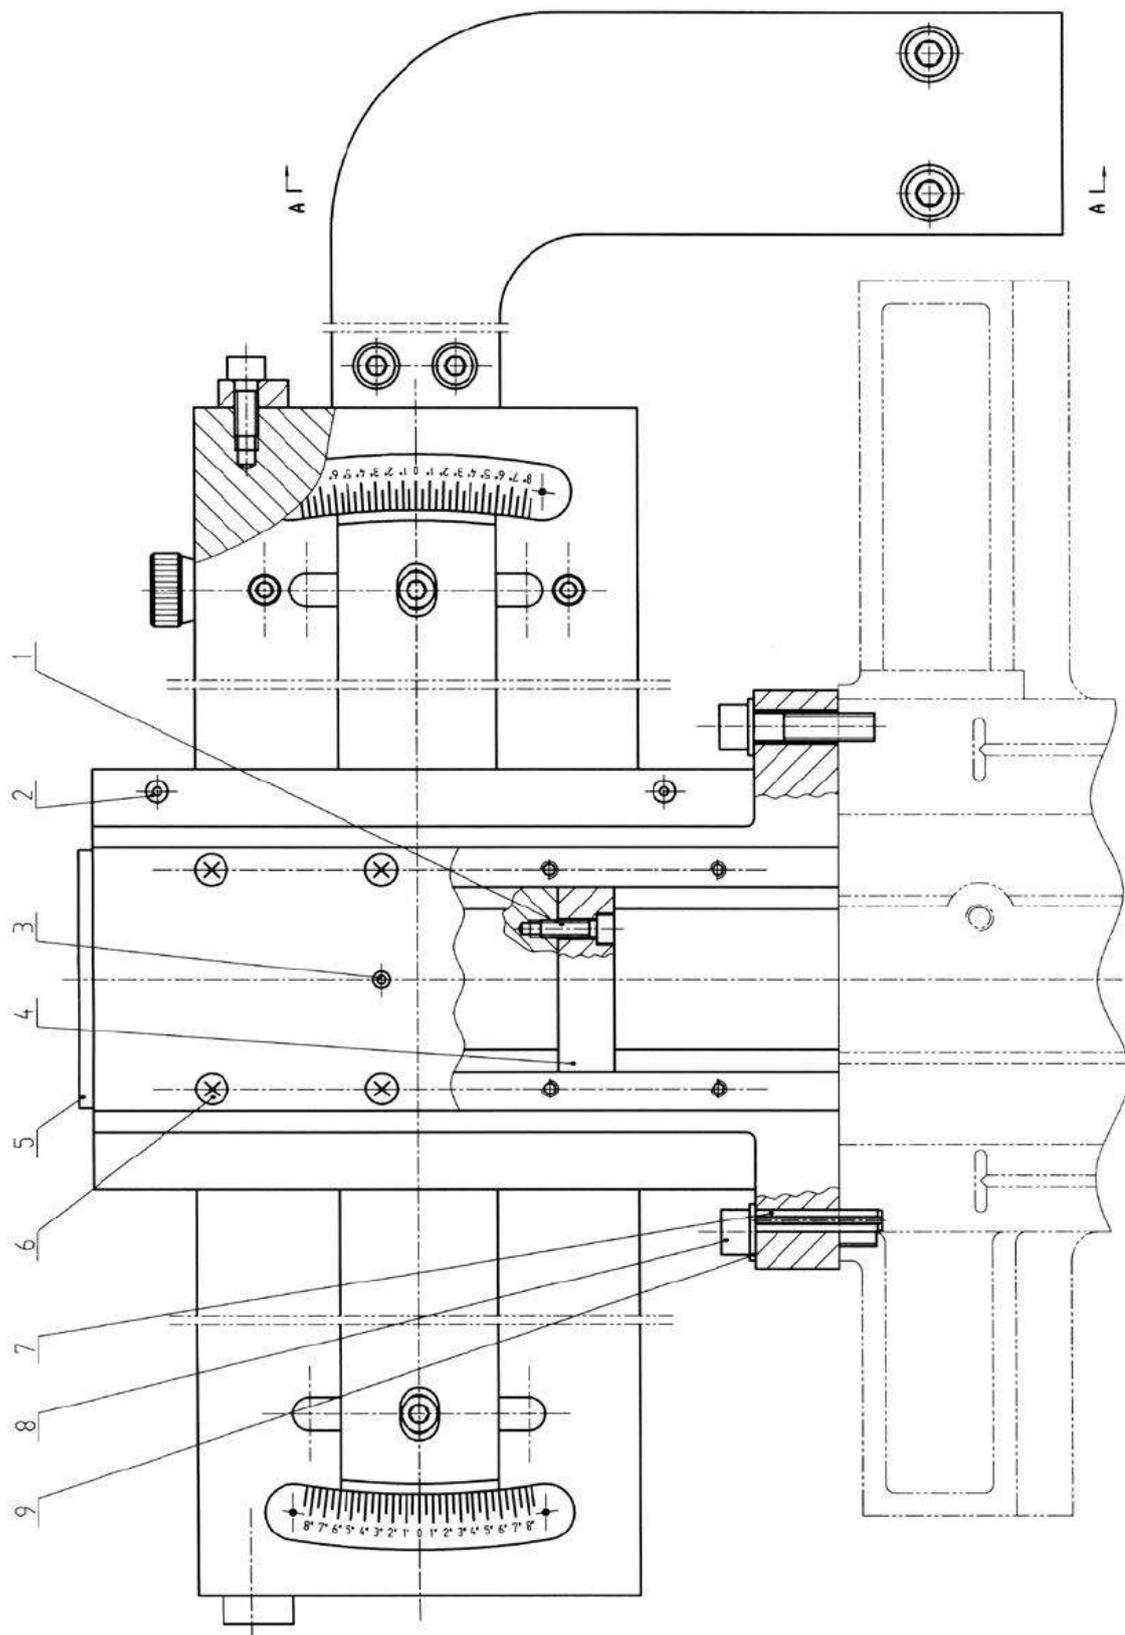
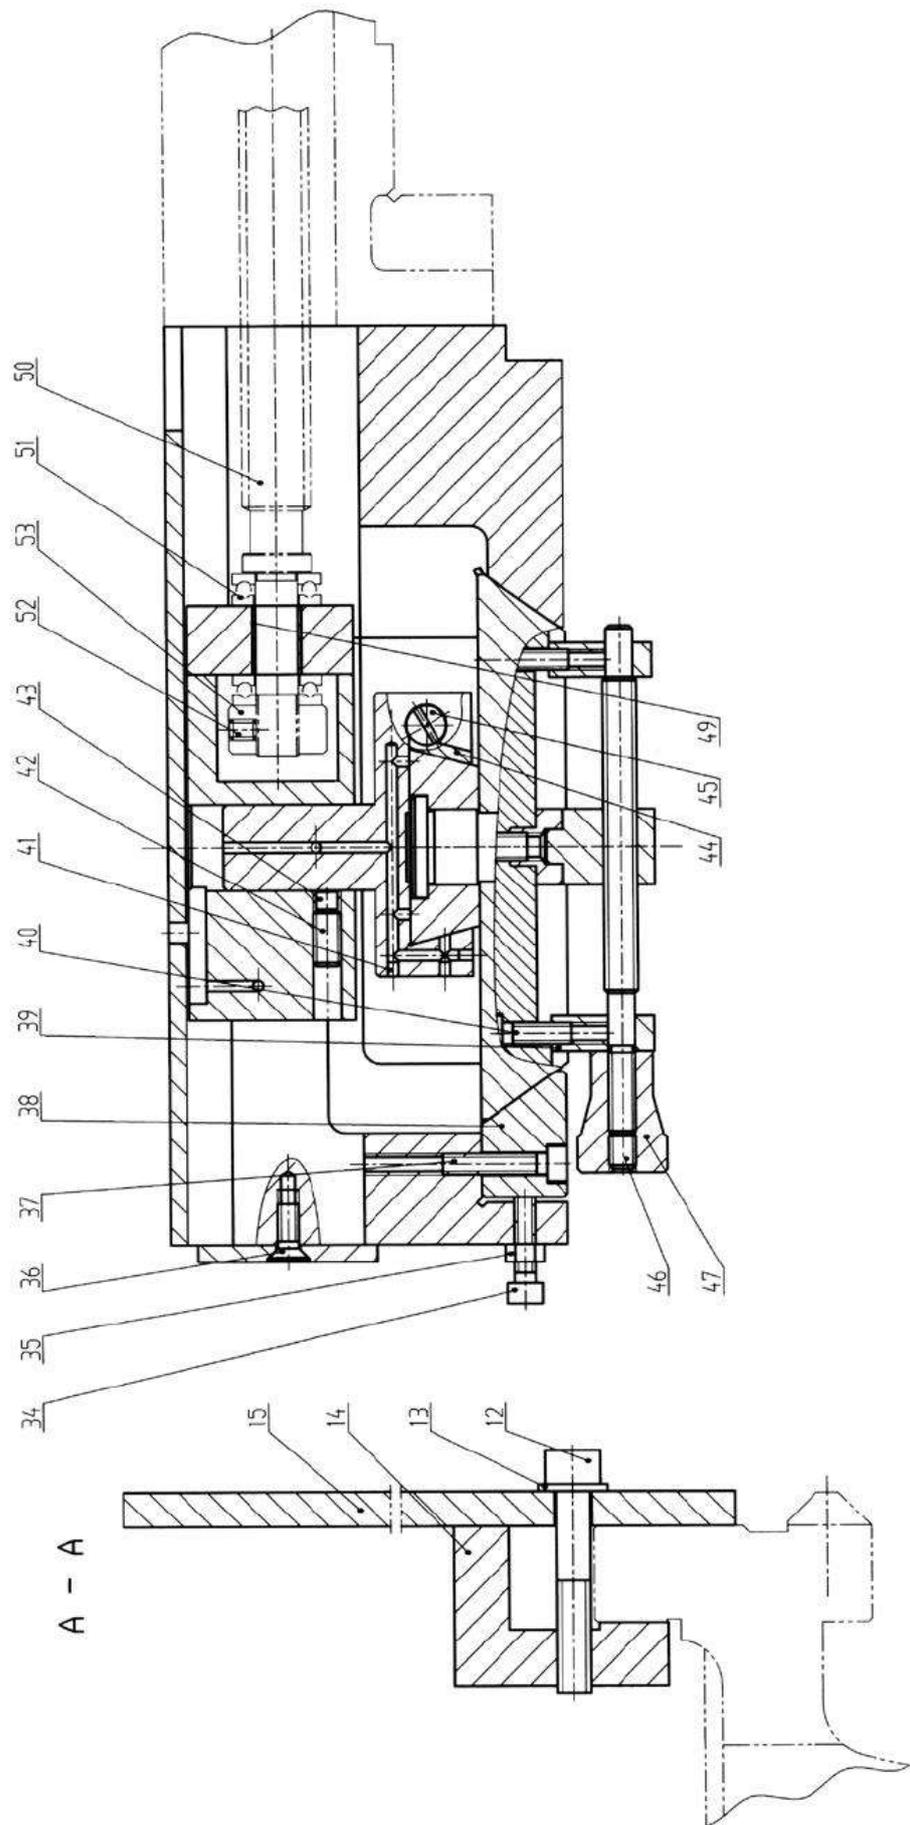
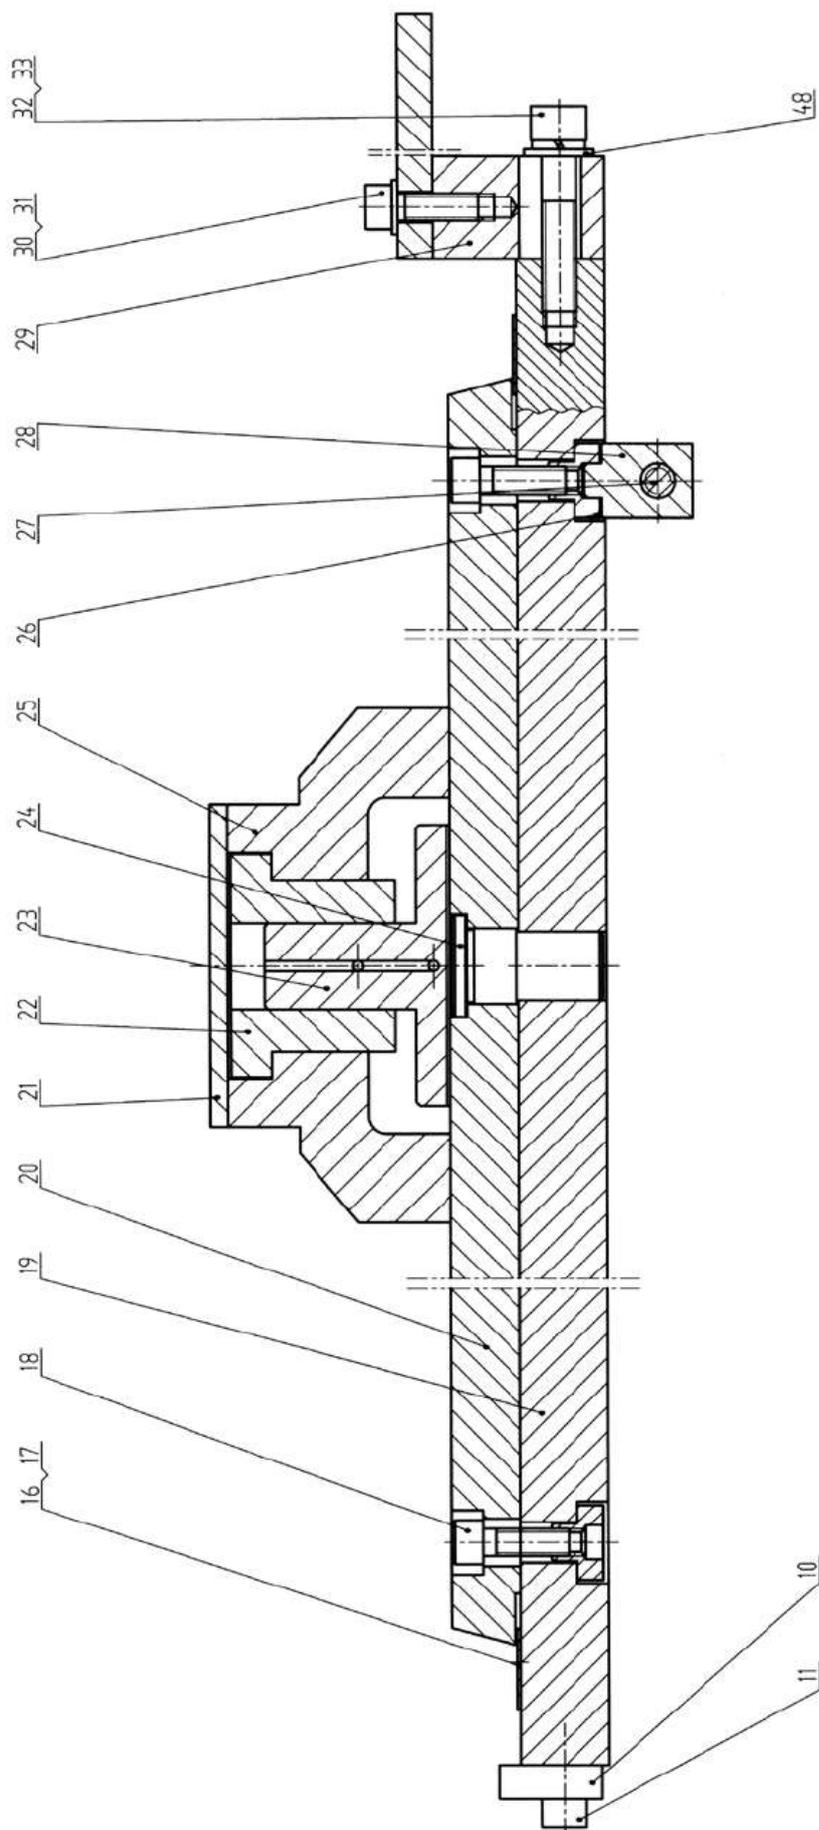
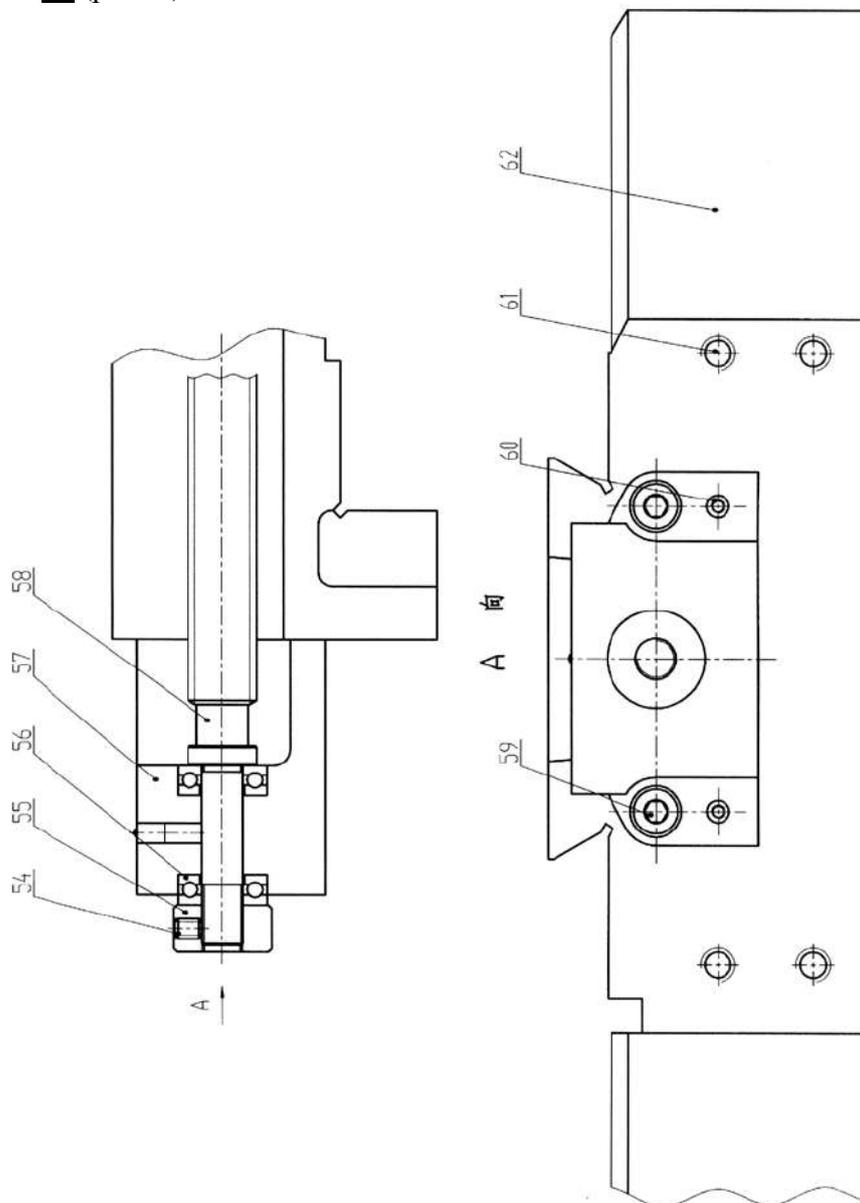

Рисунок 2
Рисунок 3
Рисунок 4
Рисунок 5
3.2 Ослабьте установочный винт с углублением под ключ 54 (рис. 5), снимите гайку 55, зафиксируйте установочный штифт 60 в направлении А, как показано на рис.5. Вывинтите винт с углублением под ключ 59 и снимите заднюю опору 57 и упорный шарикоподшипник 56 (рис. 5).
3.3 Вывинтите винт с потайной головкой и крестообразным шлицем 6 (рис. 2) и снимите прижимную защитную пластину 21 (рис. 4), ослабьте установочный винт с углублением и плоским концом 42 (рис. 3), снимите ползун 22 (рис. 4), торцевой блок 4 (рис. 2) и винт с углублением под ключ 1.
3.4 В соответствии с рисунком 3 зафиксируйте направляющий винт 50, упорный шарикоподшипник 51 и гайку 53 на торцевом блоке 4 (рис. 2), отрегулируйте ось направляющего винта 50 (рис. 3), зафиксируйте гайку 53, затянув ее на установочном винте с углублением под ключ 52, установите торцевой блок 4 (рис. 2) в ползун 22 (рис. 4) с помощью винта с углублением под ключ 1.
3.5 Установите оставшуюся часть копировального устройства в винтовое отверстие 61 в седловине основания 62 (рис. 5) с помощью винта с углублением под ключ 8 и плоской гайки 9 (рис. 2). Не забудьте вставить цилиндрическую часть вертлюга 23 (рис. 4) в отверстие ползуна 22.
3.6 Установите один конец тяговой штанги 15 на соединительный блок 29 с помощью винта с углублением под ключ 30 и плоской шайбы 31 (рис. 4) и зафиксируйте другой конец и прижимной блок 14 (рис. 3) на горизонтальном направляющем рельсе основания с помощью винта с углублением под ключ 12 и плоской шайбы 13. Затяните винт с углублением под ключ 12, чтобы тяговая штанга 15 была относительно плотно зафиксирована на основании.
3.7 Зафиксируйте индикатор в таком положении, как изображено на рис. 6. Переместите каретку влево или вправо и выполните калибровку верхней поверхности профилирующей опоры 19 таким образом, чтобы она равнялась $\leq 0,05$ мм, как на рис. 4. Просверлите маленькое отверстие для позиционирующего штифта $\varnothing 8$ на седловине основания 62 (рис. 5, изображение направления А) с помощью электрической ручной дрели и установите цилиндрическую шпонку пружины 7 (рис. 2).
3.8 Поверните направляющий винт 50 (рис. 3) так, чтобы он перемещался по оси, и одновременно постучите по верхней поверхности ползуна 22 (рис. 3) деревянным молотком. Если вращение направляющего винта свободное, зафиксируйте ползун 22 и вертлюг 23 (рис. 4) с помощью установочного винта с углублением под ключ и плоским концом 42 (рис. 3) (следите за тем, чтобы установочный винт с углублением под ключ и плоским концом 42 не прижимал вертлюг 23 слишком плотно).
3.9 В соответствии с рис. 2 установите прижимную защитную пластину 21 (рис. 4) с помощью винта с потайной головкой и крестообразным шлицем 6 и ослабьте винт с углублением под ключ 12 (рис. 3).
4.1 Перед началом работы переместите каретку перед лицевой поверхностью конуса, который необходимо повернуть, затяните винт с углублением под ключ 12 (рис. 3), чтобы тяговая штанга 14 (рис. 3) была прочно зафиксирована на основании.
4.2 Ослабьте винты с углублением под ключ 18 (рис. 4) (на обоих концах), поверните рукоятку 47 (рис. 3), чтобы отрегулировать требуемый конус, затем затяните винты с углублением под ключ 18 (рис. 4) (на обоих концах).
4.3 Чтобы выполнить поворот конуса, переместите инструмент на каретке в продольном направлении. При этом направляющий винт 50 и боковая подвижная плита приводятся в действие вертлюгом 23 и ползуном 22 (рис. 4).
4.4. Если станок не используется, ослабьте винты с углублением под ключ 18 (рис. 4) (на обоих концах), поверните рукоятку 47 (рис. 3), чтобы установить профилирующую пластину 20 в положение «0», затем зафиксируйте винты с углублением под ключ 18 (рис. 4) (на обоих концах). Ослабьте винт с углублением под ключ 12 (рис. 3), чтобы все остальные части вращались нормально.